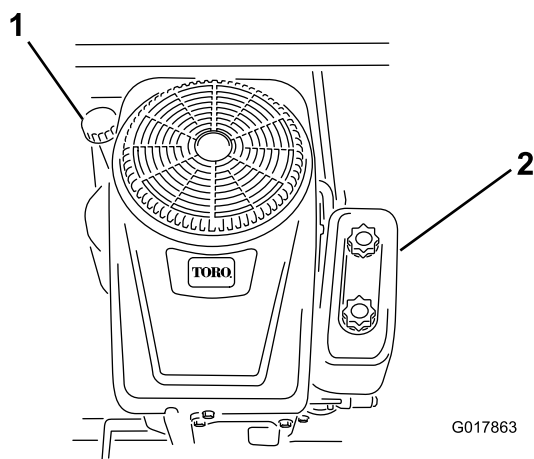

Figura 31
4. Limpie alrededor de la varilla de nivel de aceite (Figura 31) para impedir que caiga suciedad por el orificio de llenado y cause daños en el motor.
6. Vierta lentamente aproximadamente el 80% de la cantidad especificada de aceite por el orificio de llenado (Figura 31).